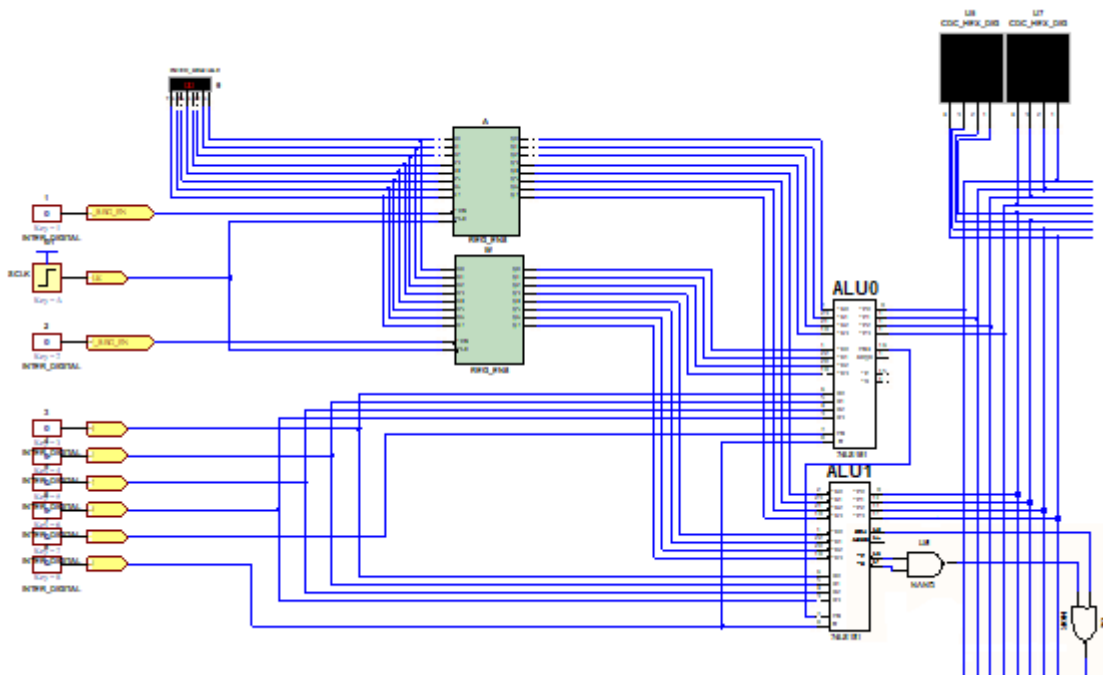

图 3-1：在 ALU 中添加控制信号以及单周期时钟
3. 在原理图中，使用型号库“数字信号源”中的元器件，为各个输入端口添加控制信号以及单周期时钟，使用 8 位交互式数字信号源作为寄存器 A 和 W 的数据输入。使用型号库“数字信号显示”中的 16 进制 7 段数码管显示 8 位 ALU 的运算结果，如图 3-1 所示：